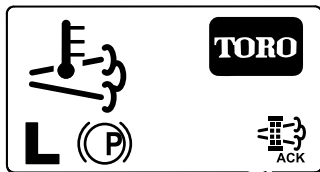

Bild 61
8. Im InfoCenter wird der Homebildschirm angezeigt; das Symbol für die Bestätigung der Regenerierung (Bild 61) wird unten rechts auf dem Bildschirm angezeigt, wenn die Regenerierung ausgeführt wird.